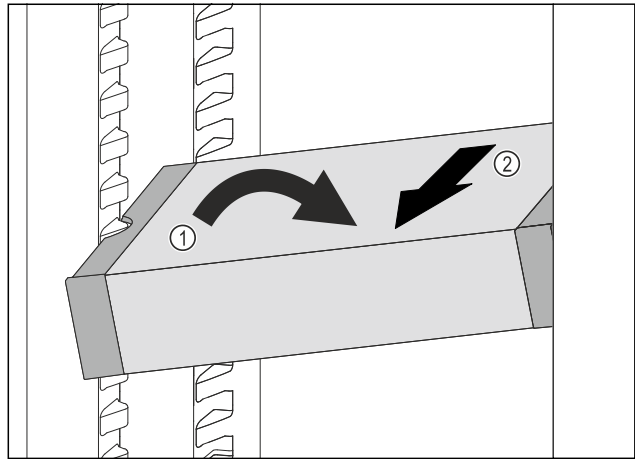

Fig. 90
- ▶ VarioSafe postavte v chladničke šikmo. Fig. 90 (1)
- ▶ VarioSafe vyberte dopredu. Fig. 90 (2)